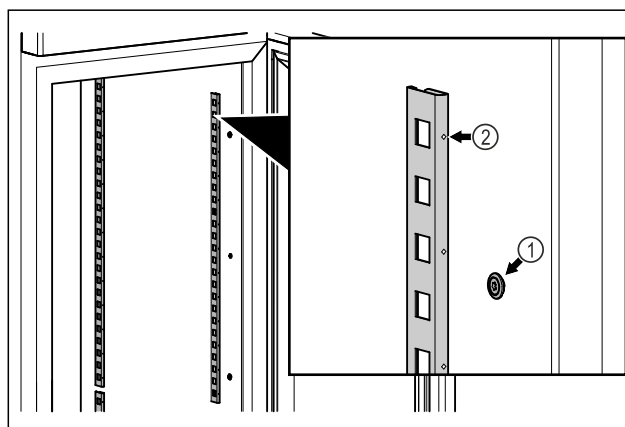

Fig. 15 Immagine a titolo di esempio
- Agganciare le barre di arresto in sospensione Fig. 15 (1). Il contrassegno Fig. 15 (2) deve essere rivolto in avanti.